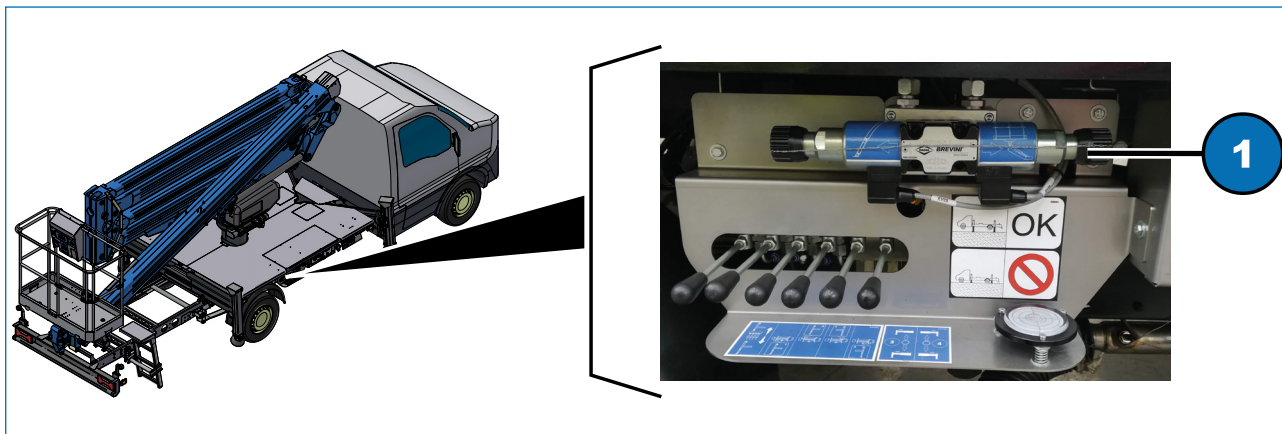

Fig. 7.4
- 4) spiombare la valvola deviatrice (Fig. 7.4, 1) "comando stabilizzatori/piattaforma di lavoro" posta vicino ai comandi stabilizzatori;